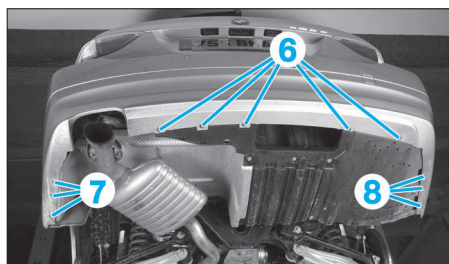

FIG. 95
- Ecarter la garniture de passage de roue (4) de côté.
- Déposer la vis (5).
- Déposer les vis (6, 7 et 8) de fixation (Fig.95).